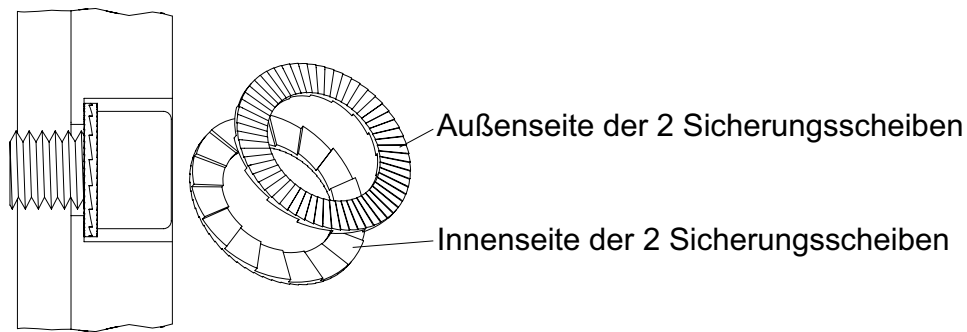

Bild 5 Einbaulage der Nord-Lock® Sicherungsscheiben
Einbaulage und korrektes Anzugsmoment der Nord-Lock® Sicherungsscheiben gemäß Bild 5 und gemäß Tabelle für Anzugsmomente beachten!
- Die Sicherungsscheiben (7/106) in korrekter Einbaulage (siehe Bild 5) aufschieben.
- Erst Nord-Lock® Sicherungsscheiben (8/2) in korrekter Einbaulage (*siehe Bild 5*), dann O-Ring (8/3) auf Zylinderschraube (8/1) stecken.